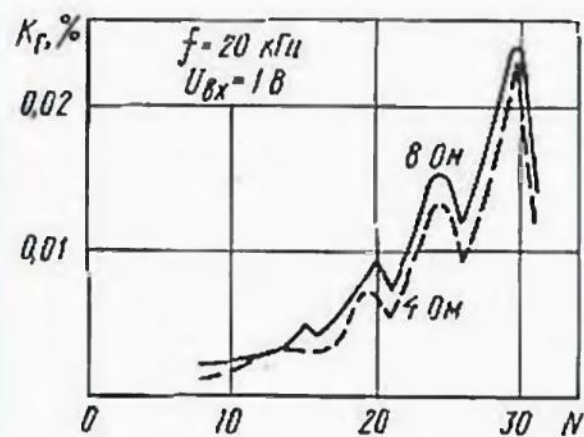

Рис. 4
На рис. 4 приведены зависимости коэффициента гармоник (K_g) (на частоте 20 кГц при амплитуде входного сигнала 1 В) от показаний табло РГ (N) при установке переключателя SA6.1 в положения «4 Ом» и «8 Ом».